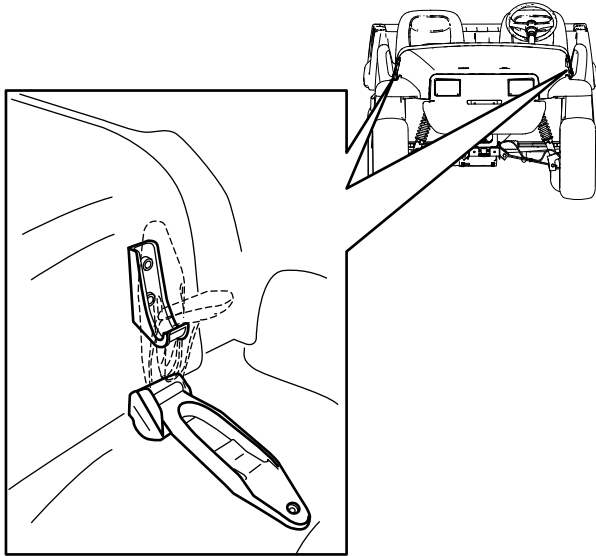

Figura 20
1. Tire hacia arriba de los cierres de goma de cada lado del capó (Figura 20).
2. Sujete el capó alineando los cierres de goma con los anclajes situados en cada lado del capó (Figura 20).